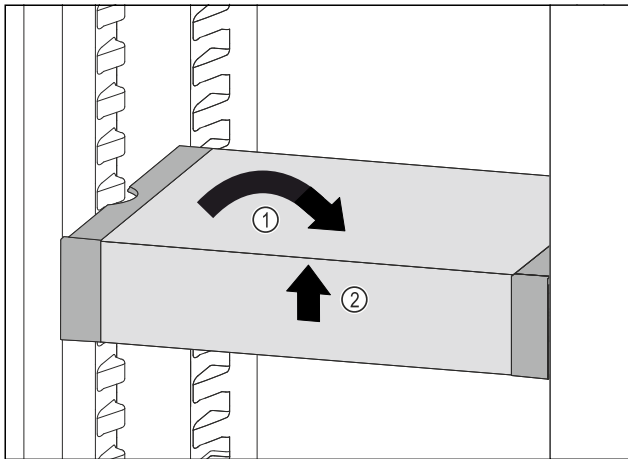

Fig. 70
- ▶ 将 VarioSafe 放平。Fig. 70 (1)
- ▶ 抬起 VarioSafe 前部。Fig. 70 (2)